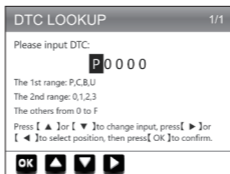

Figura 6.1.2
1. Selezionare LOOKUP e premere [OK] per accedere a questa funzione. (Vedi Figura 6.1.2) Premere i tasti freccia (su & giù) per cambiare l'ingresso, poi premere di nuovo i tasti freccia (sinistra & destra) per selezionare la posizione. Premere [OK] per confermare.